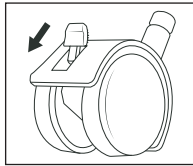

Abb. 6
- ◆ Drücken Sie die Hebel an den beiden Rollen mit Feststellhebeln **11** nach unten, wenn Sie das Gerät an einer Stelle abgestellt haben, um ein Fortrollen des Gerätes zu vermeiden (siehe Abb. 6).